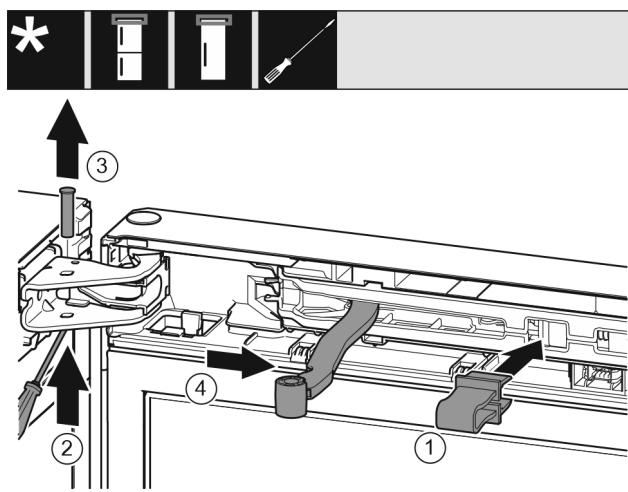

Fig. 9
- Зафиксируйте предохранитель в отверстии. Fig. 9 (1)
- Выкрутите палец при помощи отвертки. Fig. 9 (2)
- Извлеките палец движением вверх. Fig. 9 (3)
- Поверните шарнир в направлении двери. Fig. 9 (4)